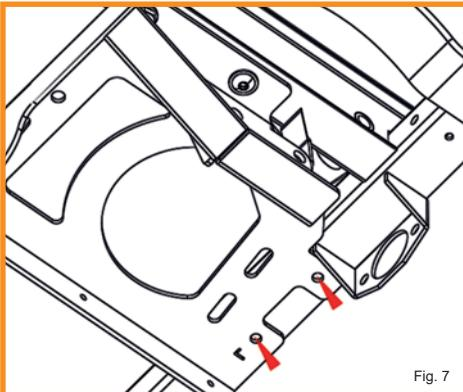

Fig. 7
- Drill two 8mm holes completely through the crossmember at positions shown in Fig. 7
- Bohren Sie zwei 8 mm Löcher an den in Fig. 7 gezeigten Positionen durch den gesamten Querträger.